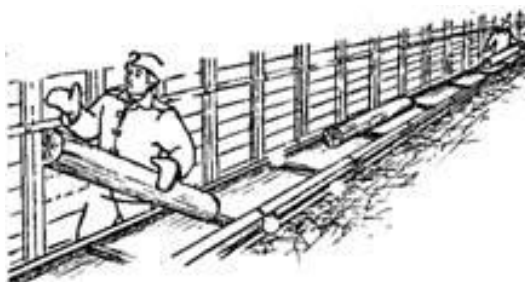

Рисунок 15
43. Вы транспортировали с напарником лесоматериалы скребковым конвейером. Он кинул лесины на одном конце конвейера, Вы снимали на другом. При снятии очередной лесины передний конец ее уперся в стойку крепи штрека (рис.15).